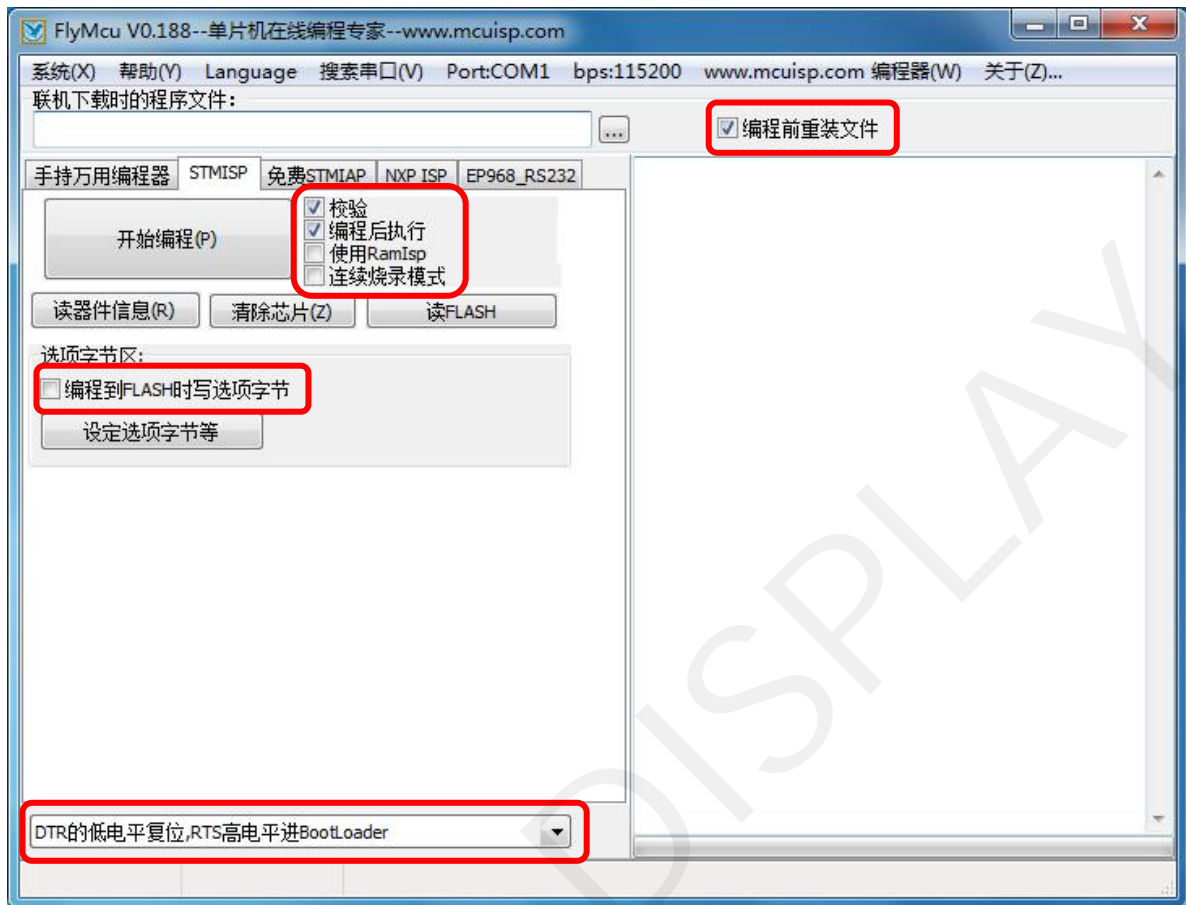

图 12 FlyMcu 配置
4) 打开 FlyMcu 烧录软件，如图 12 所示对其进行配置。